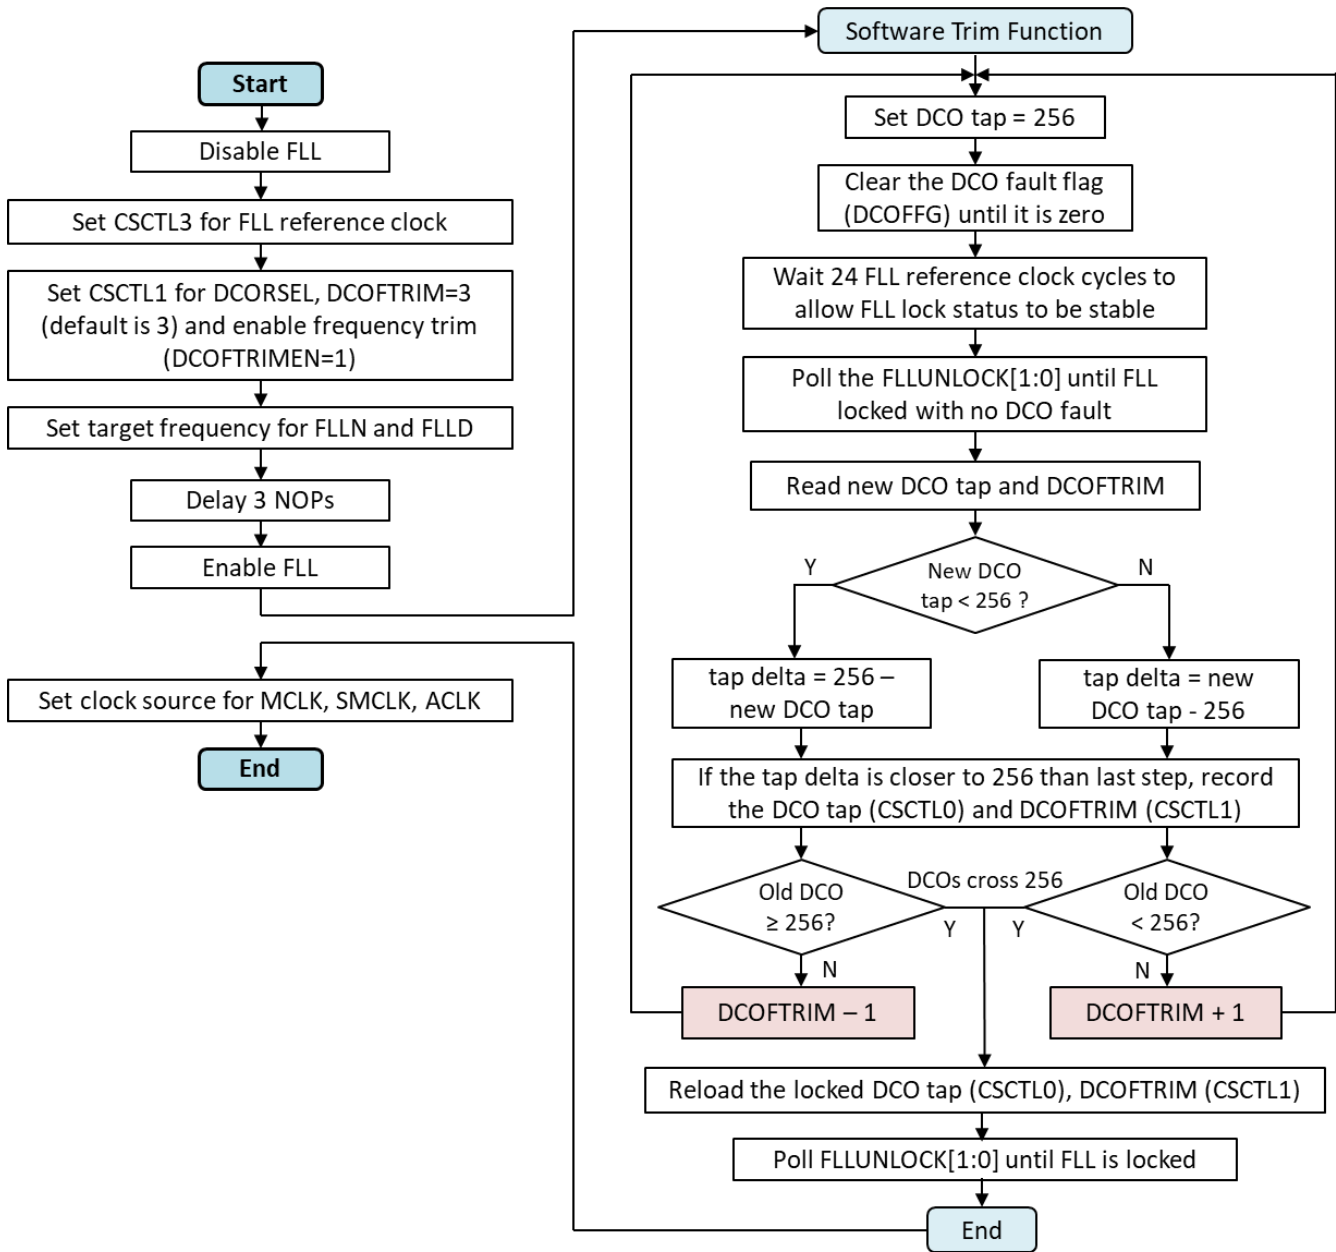

图 3-3. DCO+FLL 软件调整流程图
代码示例 `mcp430frxx_cs07.c` 中提供了此软件例程的实现方案，前者位于本应用报告的参考软件包 (MSP430FR2xx/FR4xx DCO+FLL 代码示例) 中。或者，驱动程序库 API 也会实现此例程。为了更清楚地理解，图 3-3 显示了流程图
- 配置与图 3-3 中的软件调整函数相同。